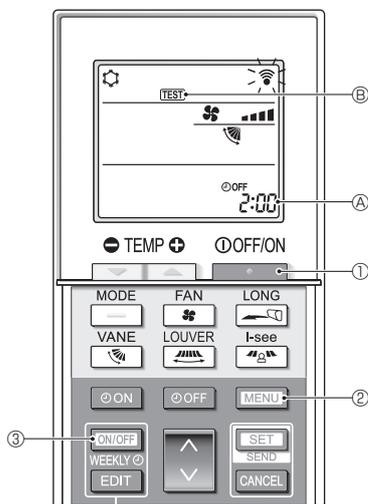

Fig. 7-5
7.2.2. Utilisation de la télécommande sans fil (Fig. 7-5)
- Appuyez sur le bouton ① pour arrêter le climatiseur.
- Si la minuterie hebdomadaire est activée (WEEKLY est affiché), appuyez sur le bouton ③ pour la désactiver (WEEKLY disparaît).
- Appuyez sur le bouton ② pendant 5 secondes.
- Appuyez sur le bouton ②.
- TEST ⑥ s'allume et l'appareil entre en mode essai de fonctionnement.